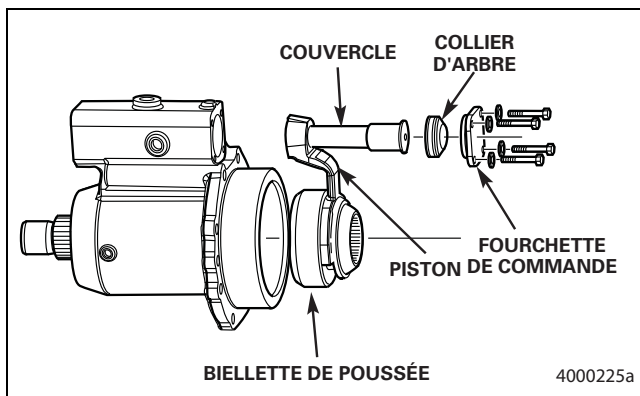

Figure 7.11
- I. Appliquer une pression de 20 à 30 lb (9 à 14 kg) pour loger le piston dans le carter. Figure 7.11.